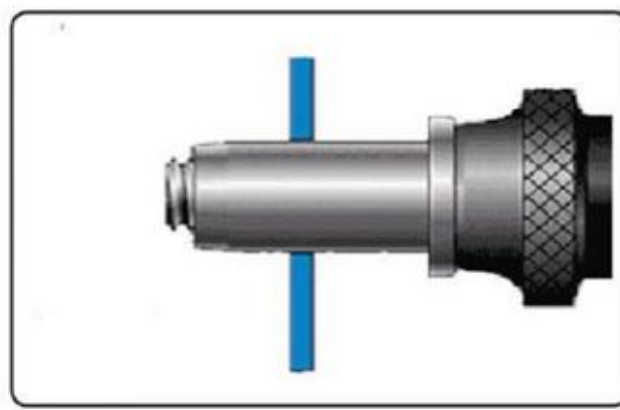

Рис. 2
2. Удерживая заклепочный адаптер (рис. 2) одной рукой, отрегулируйте направление вращения головки патрона дрели вправо, в результате работы сверла губки будут перемещаться по направлению к сверлу. Если губки не двигаются во время работы дрели, их необходимо подтолкнуть с помощью подходящего инструмента. Если губки сдвинуты слишком далеко вперед, то ввинтить кончик заклепки в адаптер будет невозможно. Концы заклепки имеют разную длину в зависимости от диаметра отверстия для установки штифта заклепки.